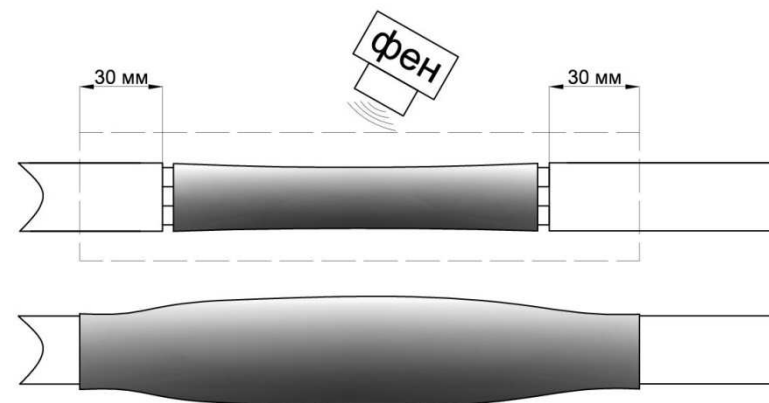

Рис. 8
2.5. Возьмите термоусадочную трубки $\varnothing 12$ мм кусок, длиной 160 мм. Надвиньте этот кусок поверх предыдущей трубки так, как показано на рис. 8.